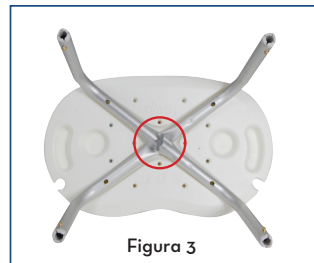

Figura 3
4. Asegure en su lugar a través del agujero del centro mediante un tornillo de mariposa pequeña (A) (Figura 3).